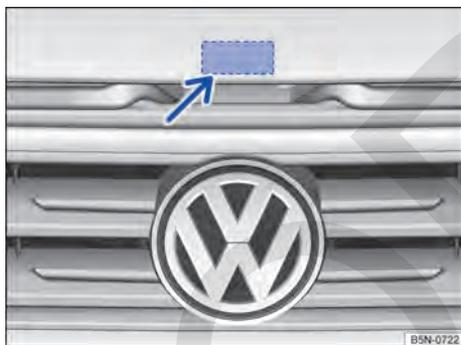

Fig. 230 Encima de la parrilla del radiador: palanca de accionamiento del capó del motor.
- Levante el capó por la palanca de apertura → fig. 230 (flecha) y ábralo del todo. El capó se mantiene abierto mediante el muelle de gas presurizado.